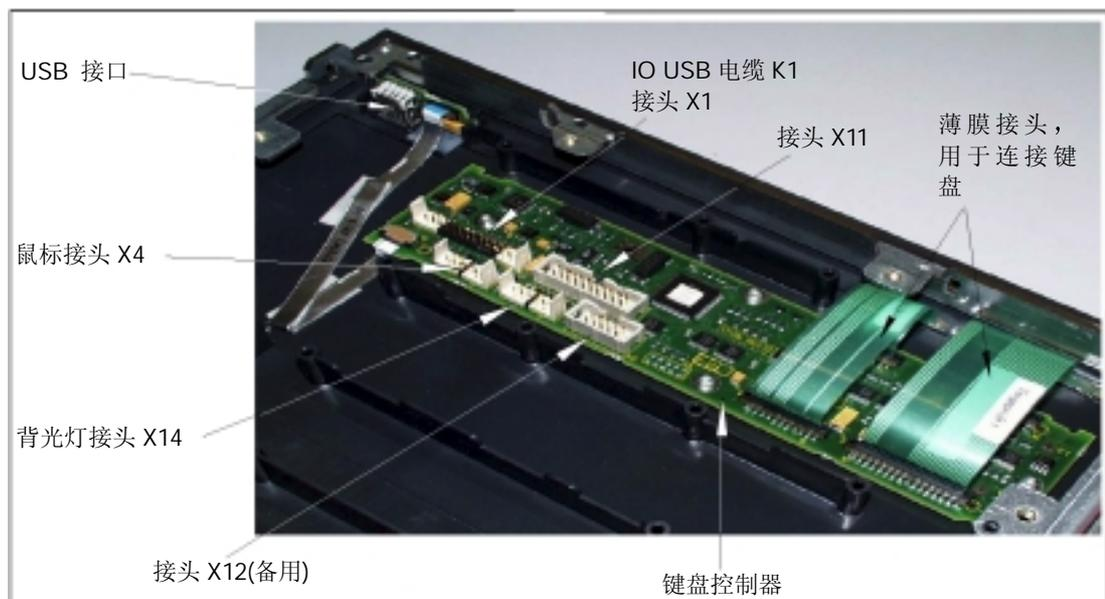

图 5-9 更换操作面板
3. 从键盘控制器板上拆开背光灯（基座 X14）和 IO USB 电缆 K1 的插头（参见图 5-9）。